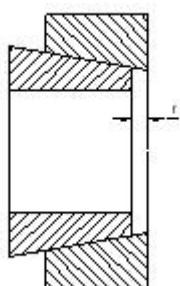

图 1
3.3.6.2 锥行轮毂质量应符合技术要求，内表面粗糙度为  $R_a0.8$ ，如有裂纹或一组锥行轮毂严重磨损， $f$  值小于 0.5mm 时应更换（见图 1）